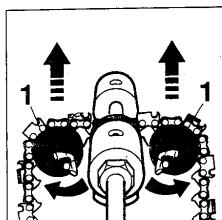

fig. 2
- Far passare la catena attraverso i 2 supporti in plastica (1) (fig.2). Regolare l'altezza della catena facendo ruotare in modo opportuno i 2 supporti (1) (fig.2).